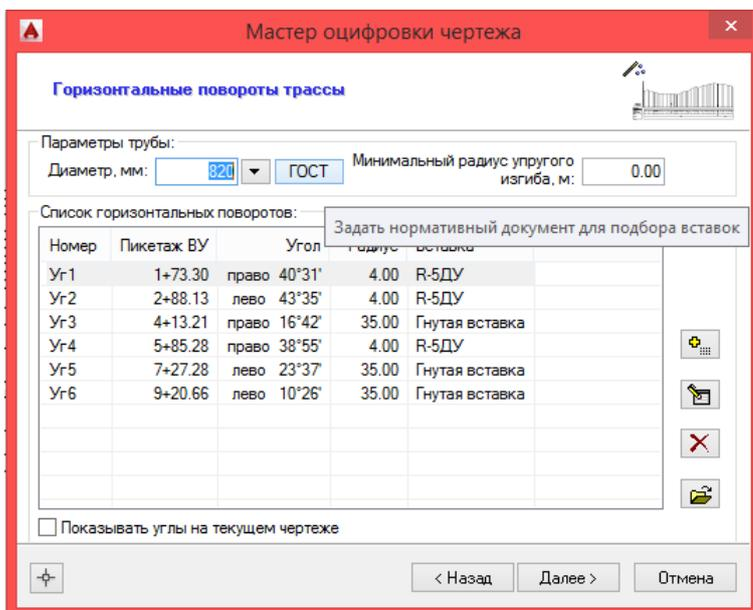

Рис. 31 Мастер оцифровки - горизонтальные повороты трассы
- 1) Нажать кнопку  (см. рис. 31).